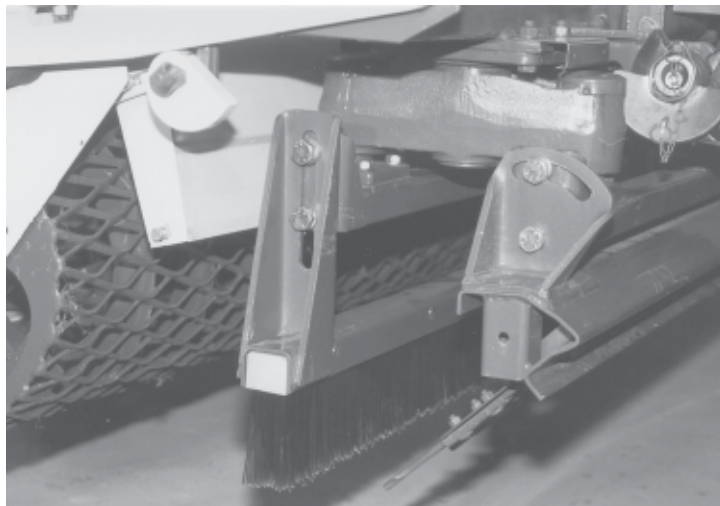

fig. 37
- desserrer les deux vis de blocage de part et d'autre de la barre porte-balai (fig. 37),